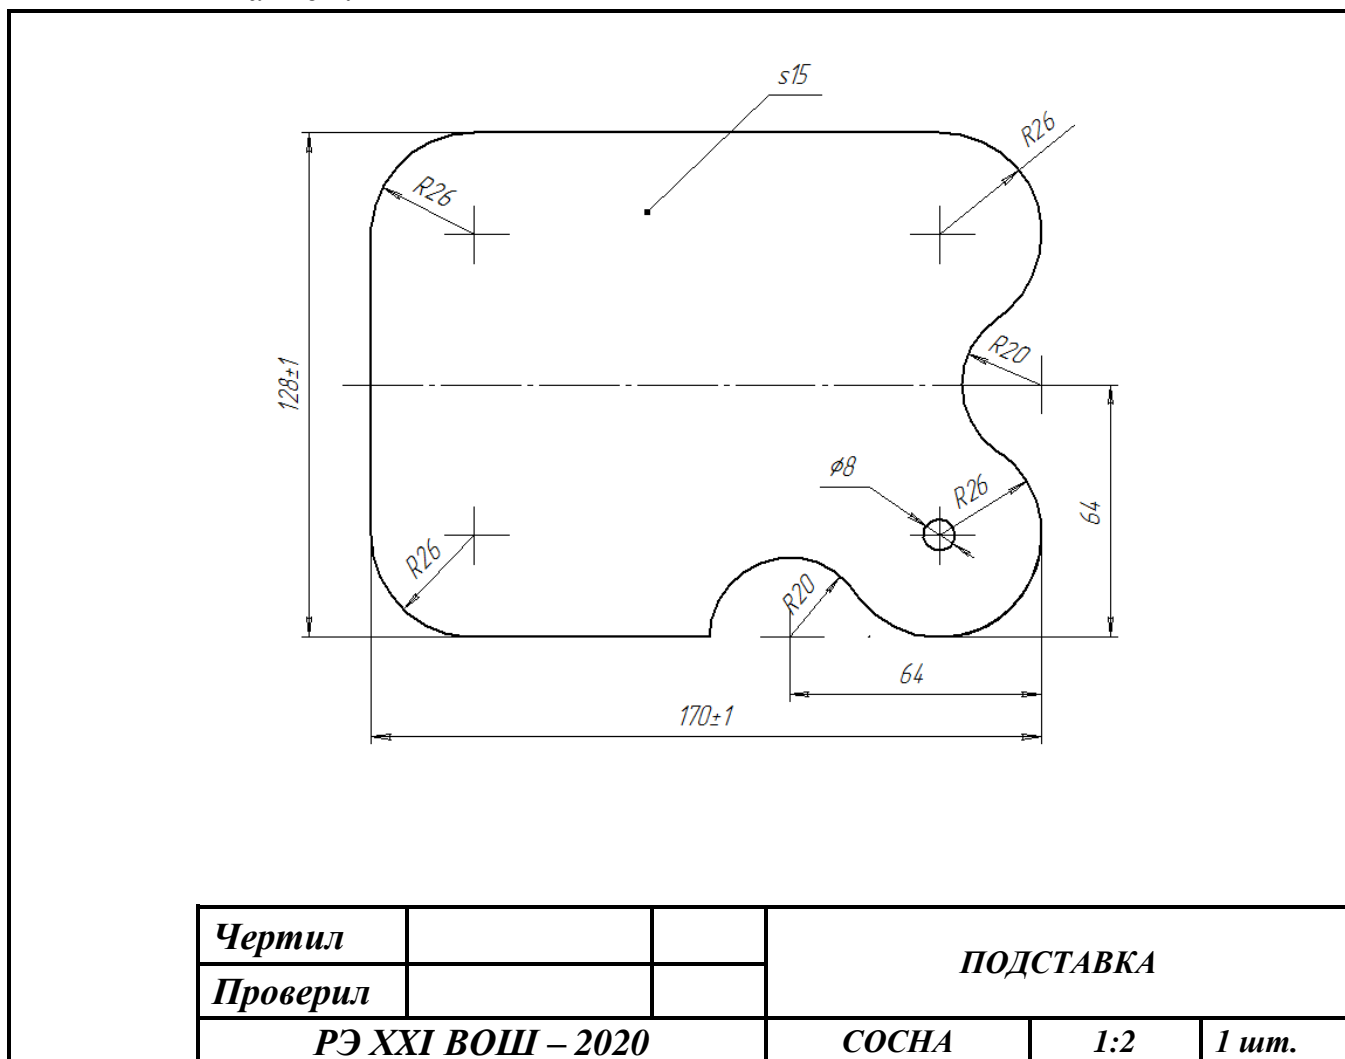

Рис. 1. Чертеж декоративной подставки
1. По чертежу изготовить декоративную подставку (Рис. 1).